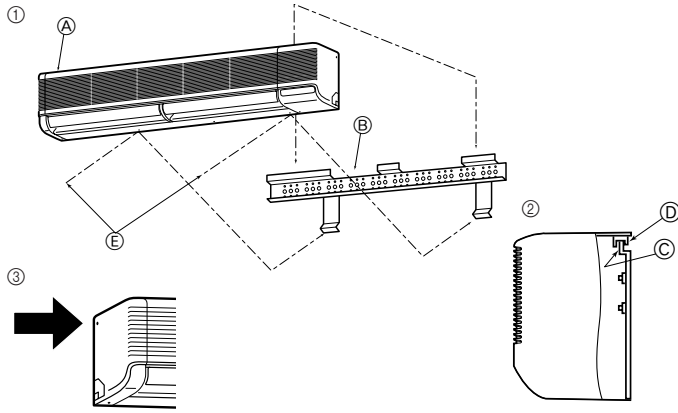

Fig. 3-11
3.4. İç ünitenin monte edilmesi (Fig. 3-11)